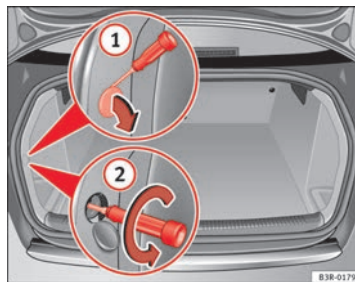
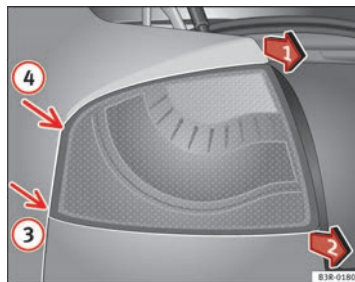

Fig. 206 Maletero: Posición del tornillo de fijación para la unidad de luz trasera
Fig. 207 Desmontar la unidad de luz trasera en la aleta
- Retire la cubierta haciendo palanca con el lado plano de un destornillador en el rebaje ⇒ fig. 206 ①.
- Desenroscar el tornillo que hay detrás con un destornillador (flecha) ②.
- Tire de la unidad de luz trasera a uno y otro lado (en la dirección de las flechas) ⇒ fig. 207 posiciones ① y ② hasta que salga de su alojamiento (posiciones ③ y ④).